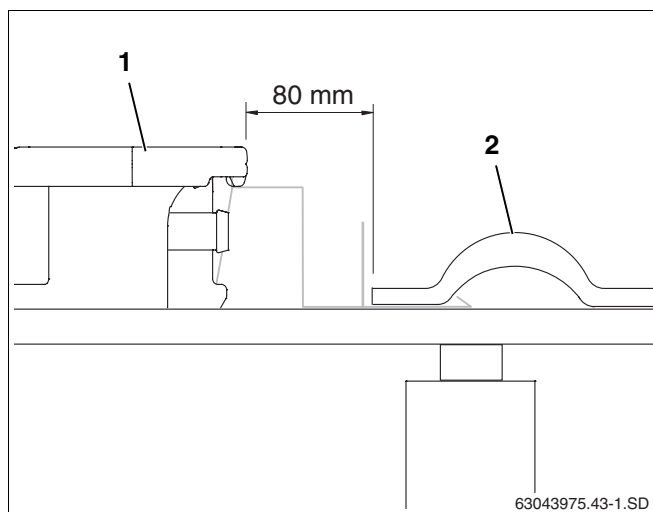

Fig. 24 Posa e avvitamento del primo collettore
- Far scivolare il primo collettore (fig. 24, **pos. 1**) nella sicurezza anti scivolamento e posizionarlo ad 80 mm dal coppo esterno (eventualmente tagliato) (fig. 24, **pos. 2**).